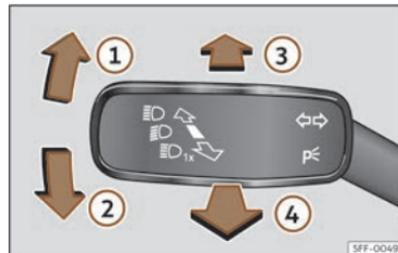

Fig. 79 Leva degli indicatori di direzione e degli abbaglianti (a seconda della versione).
- Dalla posizione di base, spingere in avanti la leva degli indicatori di direzione e degli abbaglianti >>> **fig. 79(3)**.
- **OPPURE:** se il comando automatico degli abbaglianti è attivato, tirare all'indietro la leva degli indicatori di direzione e degli abbaglianti >>> **fig. 79(4)**.